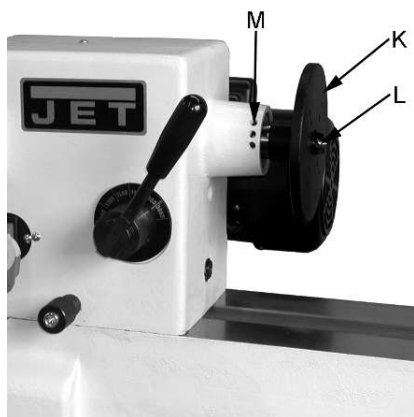

Fig. 18
Visser la goupille indicatrice dans l'orifice (M, Fig. 18) de la poupée fixe.
Le plateau circulaire (K, Fig. 18) sert au tournage des bols et des assiettes. De nombreux trous y sont percés (L) afin de fixer la pièce d'œuvre.